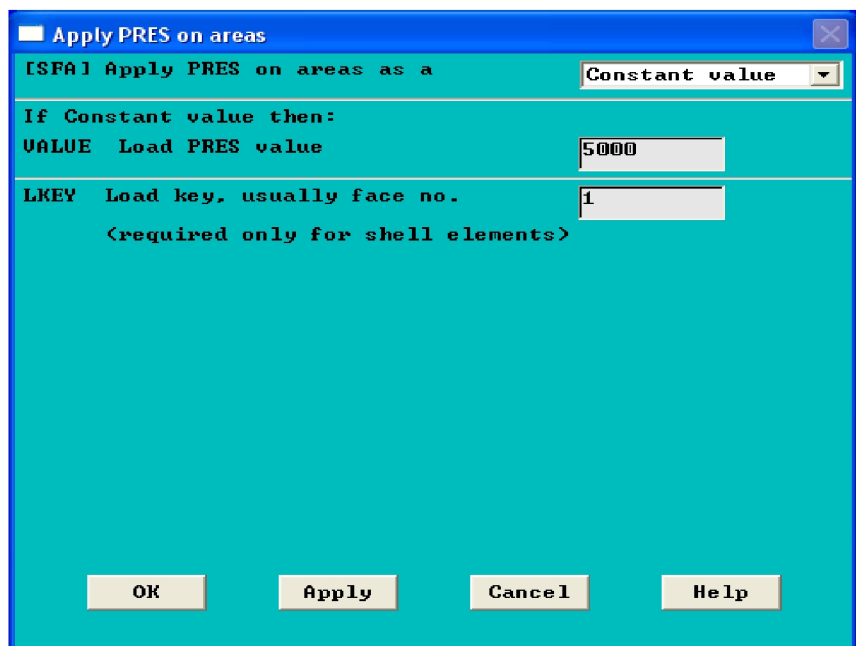

Рис. 3.18. Панель задания величины давления на плоскости
На локальном уровне программа позволяет пользователю задать настройки разбиения для ключевых точек, линий и поверхностей (кнопки Set для Keypoints, Lines и Areas соответственно, см. рис.3.18).
4. Задать в появившейся панели диалога (рис. 3.18) значение давления VALUE.